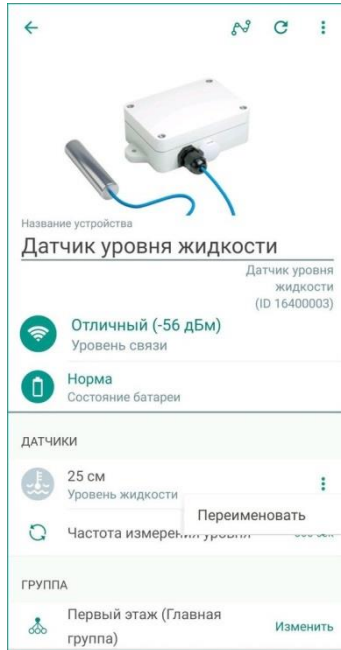

Рисунок 11.2 – Меню измерительного канала
- Нажмите на кнопку вызова меню, расположенную в правой части строки с названием канала, и выберите пункт *Переименовать* (см. рисунок 11.2).